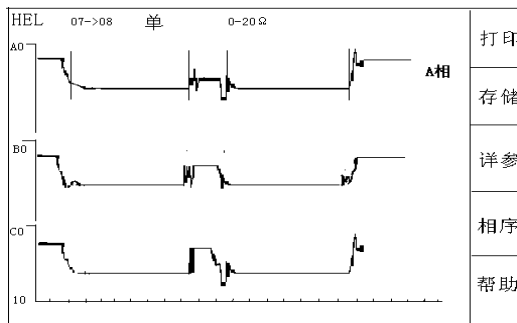

图 10
2. 启动有载开关，当听到有载开关动作对触头进行切换的声音时阻值随之发生变化。仪器将**自动搜索**到过渡波形，并显示在屏幕上，如图10所示。